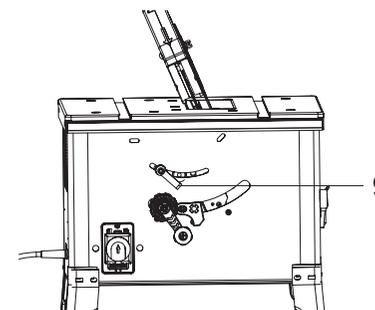

Fig. 20
4. Making bevel cuts (Fig. 20/21)